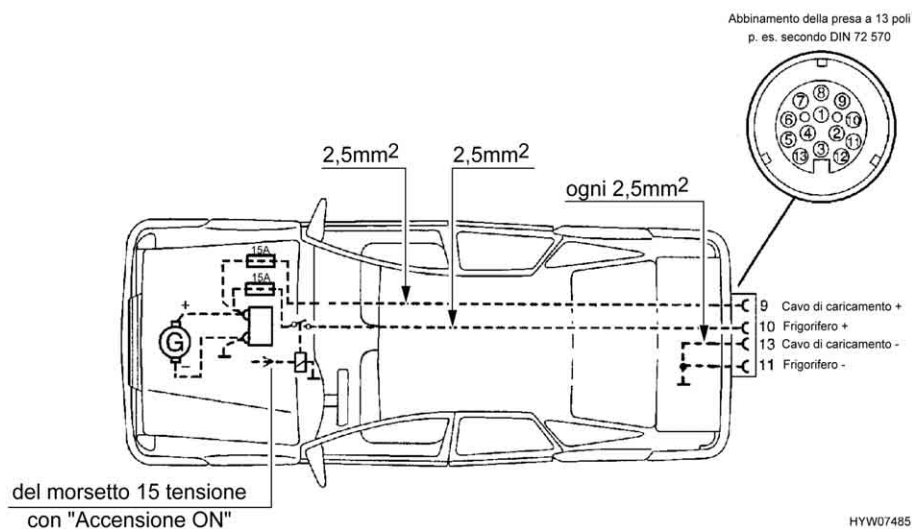

Fig. 61 Installazione per veicolo trainante (pacchetto autarchico)
- ▷ Attrezzare la motrice con le sezioni di cavo relative e con un relais per l'alimentazione elettrica (comandata tramite accensione) (vedi Fig. 61).